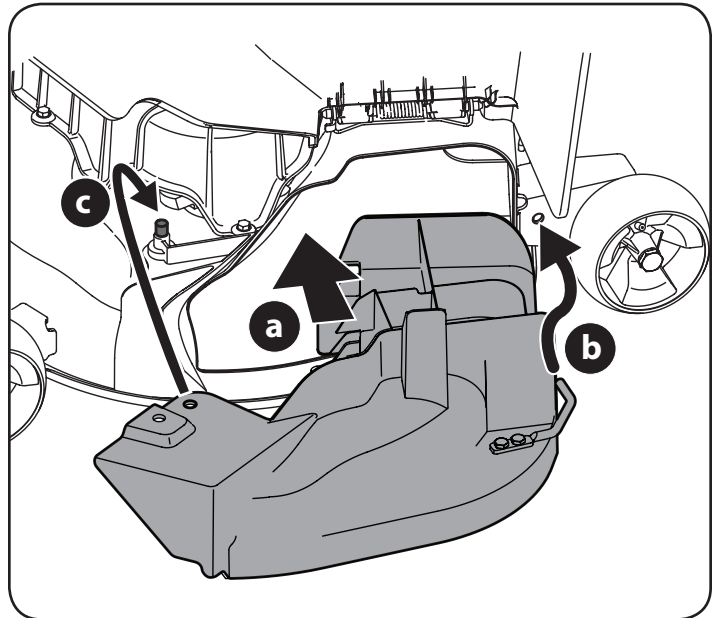

Figura 5
3. Para instalar el adaptador para abono, haga pivotar el canal de descarga hacia arriba y consulte la Figura 5: